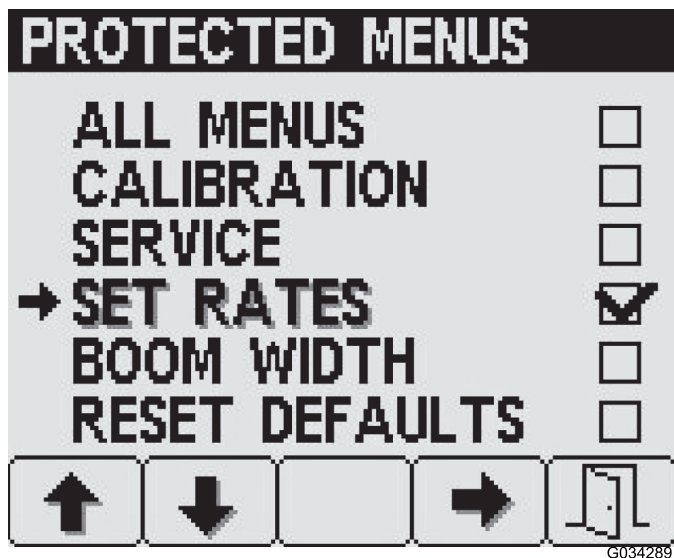

Figure 13
- Appuyez sur le bouton 4 pour sélectionner et désélectionner chaque option de menu protégé (Figure 13).